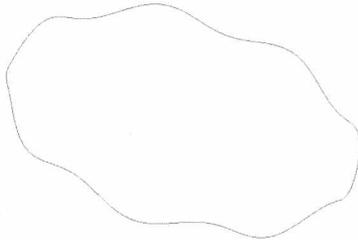
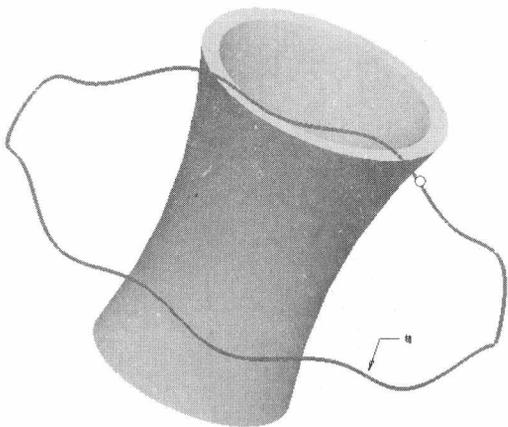

图1-4
图1-9
- (4) 单击鼠标中键创建基准曲线，结果如图 1-4 所示。
- (1) 选择菜单命令【编辑】/【投影】。
- (2) 选取如图 1-4 所示的曲线，如图 1-9 所示。